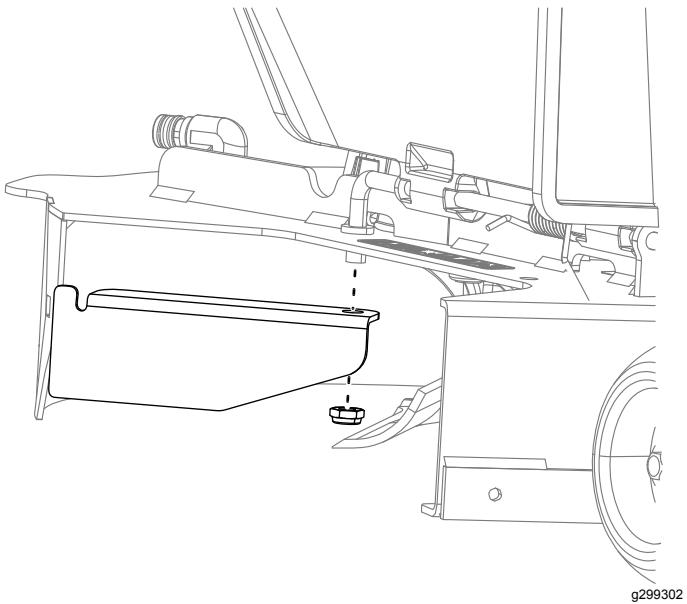

図 19
2. 既存のバッフルがついていた同じ場所に、新しい小さいバッフルを取り付ける図 19。